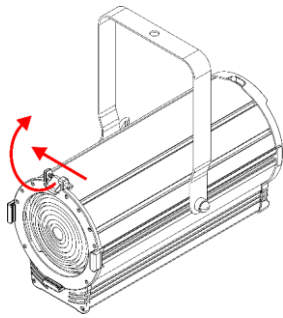

Fig. 08
- 01) Premere la **vite a molla (01)** e contemporaneamente sollevare il **fermo del portagelatina (02)** e ribaltarlo all'indietro (vedere la Fig. 08).